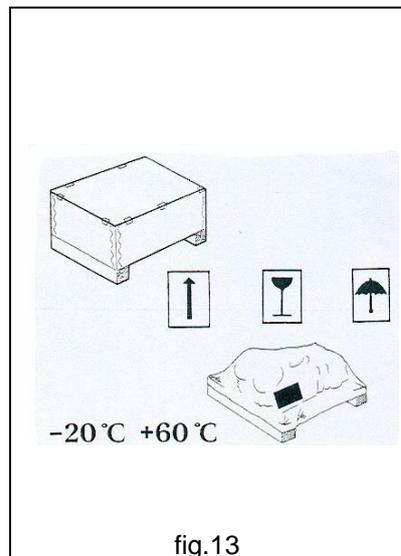

fig.13
- L'emballage, lorsque cela est nécessaire, par des pictogrammes peut avertir ou signaler des mises en garde ou des informations importantes concernant la manutention et le transport (en vrac, point de préhension, etc.)-(fig. 13).